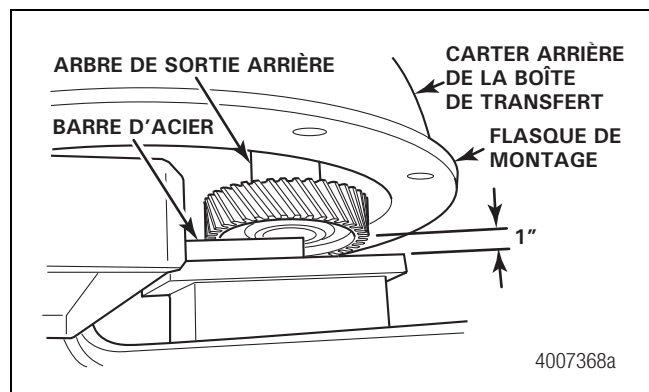

Figure 6.17
- Utiliser une barre d'acier ou autre pièce appropriée pour supporter l'arbre de sortie arrière sous le carter arrière de la boîte de transfert. S'assurer que la barre d'acier ne repose pas sous le flasque de montage de la boîte de transfert, mais bien sous l'ensemble du pignon et de l'arbre. Figure 6.17.